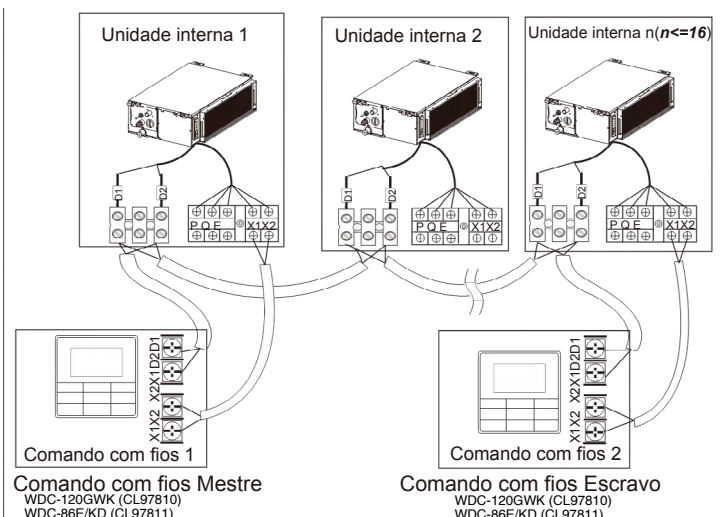

Figura 7.8
- Use 1 comando com fios para controlar várias unidades internas ou 2 comandos com fios (um controlo mestre e um escravo) para controlar várias unidades internas (ver Figura 7.8);